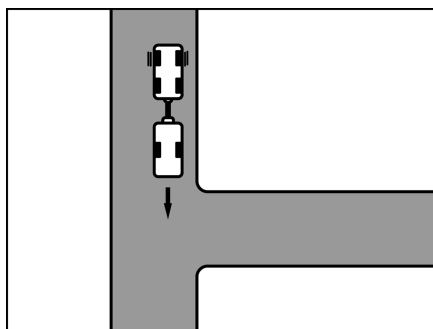

Fig. 8 Manœuvre à effectuer
- Se déplacer vers l'entrée, jusqu'à ce que l'arrière de la caravane se trouve, à peu près, à la hauteur de l'entrée (Fig. 8).